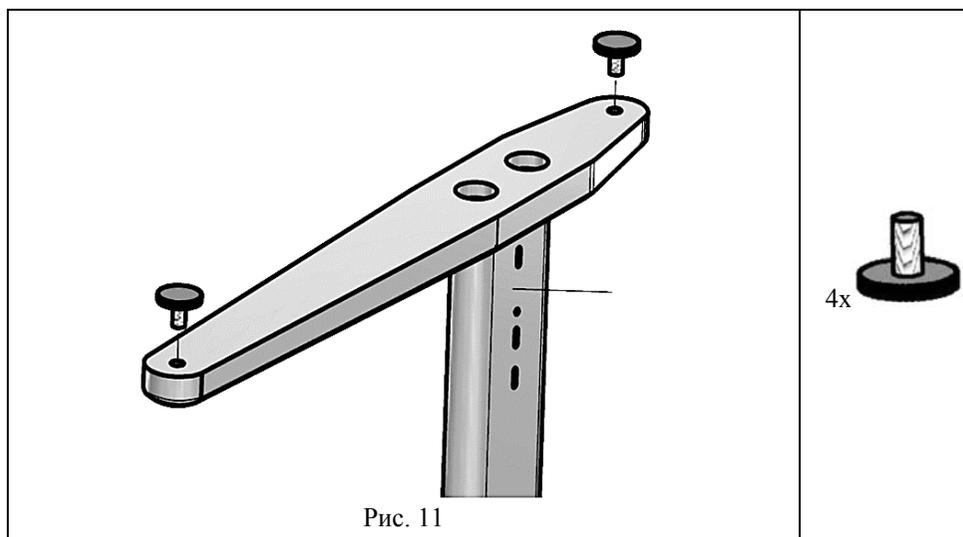

Рис. 11
5.2.1 В левую, правую стойки (поз. 9, 10) снизу вкрутить ножки черные (поз. 1, пакет №8), см. рис. 11.